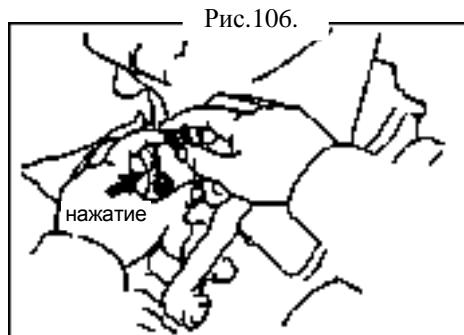

Рис.106.
- (b) Нанесите машинное масло на натяжитель цепи и установите его (рис.106).